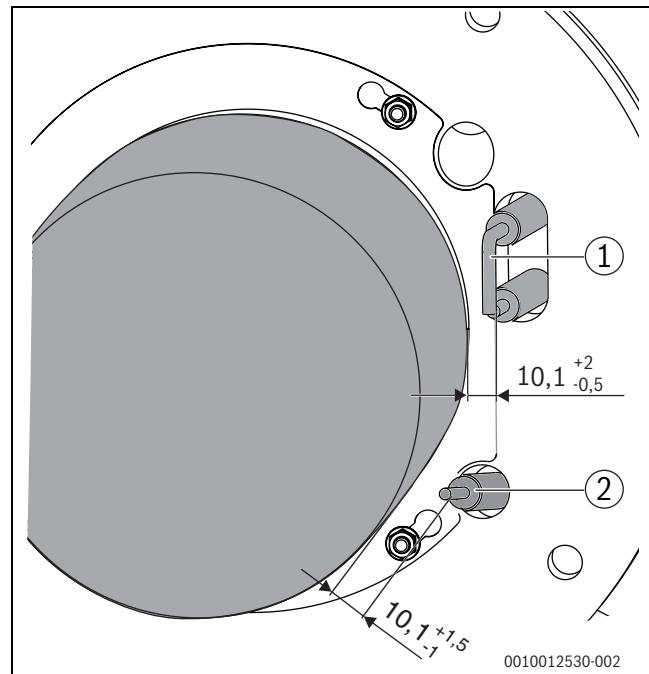

Bild 58 Elektrodenposition (Maße in mm)
- ▶ Abstände der Elektroden messen und mit den Vorgaben in Bild 58 vergleichen.